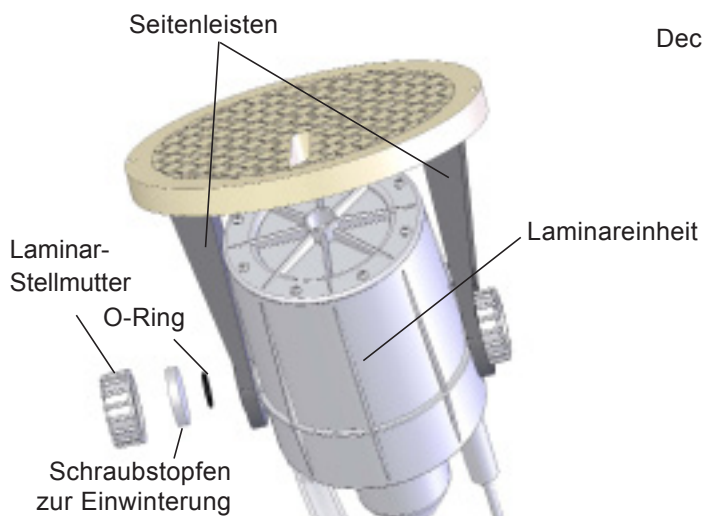

Abbildung 3
1. Drücken Sie vorsichtig die Seitenleisten auseinander und schieben Sie die Laminareinheit in die Öffnungen der Seitenleisten (Abbildung 3). Stellen Sie dabei sicher, dass die Laminardüse durch den oberen Schlitz im Deckel des Deckgehäuses zeigt (Abbildung 4).